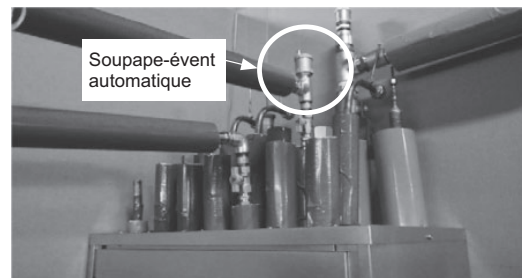

Figure 1. Soupape-évent automatique
*2. **Installez une soupape-évent automatique au point le plus haut de chaque tuyau de dérivation provenant du HBC (à deux endroits au point le plus haut du tuyau de retour provenant du HBC secondaire, et à six endroits au point le plus haut des tuyaux de retour provenant des unités intérieures).** (Voir la Figure 1.)